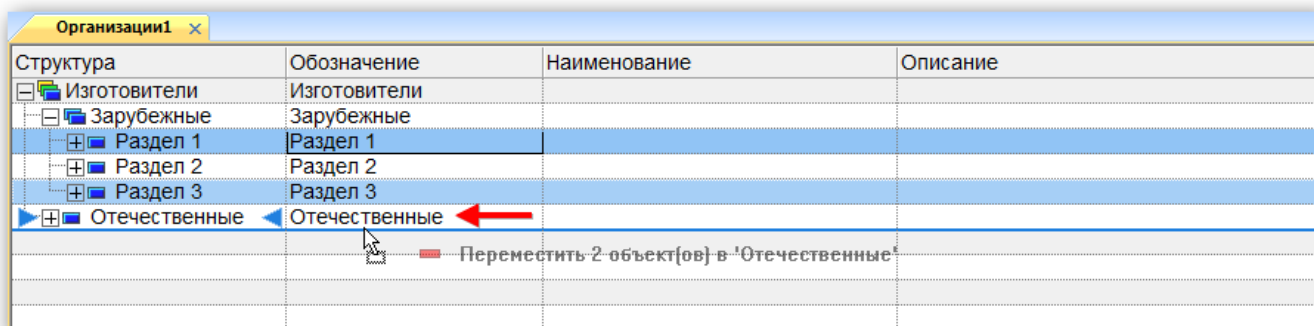

Рис. 9-13 – Перемещение разделов справочника
2) Выделить раздел в рабочем окне справочника «Организации». Для выделения нескольких разделов используются клавиши CTRL и SHIFT¹²⁾. В примере, приведенном на рис. 9-13, выделены разделы «Раздел 1» и «Раздел 3».